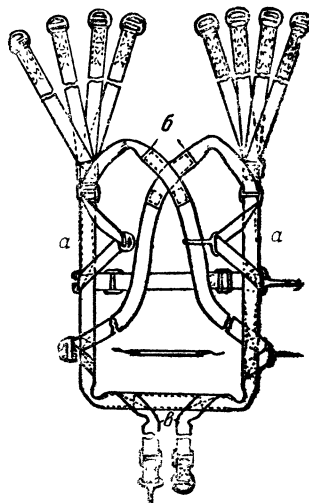

Рис. 173
**Подвесная система.** Подвесная система служит для прикрепления парашюта к телу человека. Ее конструкция рассчитана так, чтобы сила удара, получаемая при раскрытии парашюта, равномерно распределялась по всему телу человека (рис. 173). Подвесная система состоит из двух основных подвесных лямок (а) и двух наспинных накрест лежащих обхватов (б). Обхваты вшиты в основные лямки и образуют спереди грудную перемычку, переходящую в пояс. Снизу в основные лямки вшиты ножные обхваты. Для крепления строп подвесные лямки имеют на своих концах специальные пряжки — кольца.